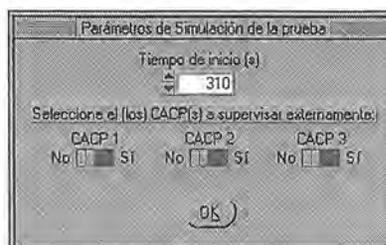

Figura A5.6. Panel de Parámetros de la simulación.
- (1) Elija en el menú principal *Opciones>>100%>>1er Prueba de Regulación* u *Opciones>>77.5%>>2a Prueba de Regulación*, según se desee. Aparecerá el panel de Parámetros de Simulación de la prueba, mostrado en la figura A5.6.